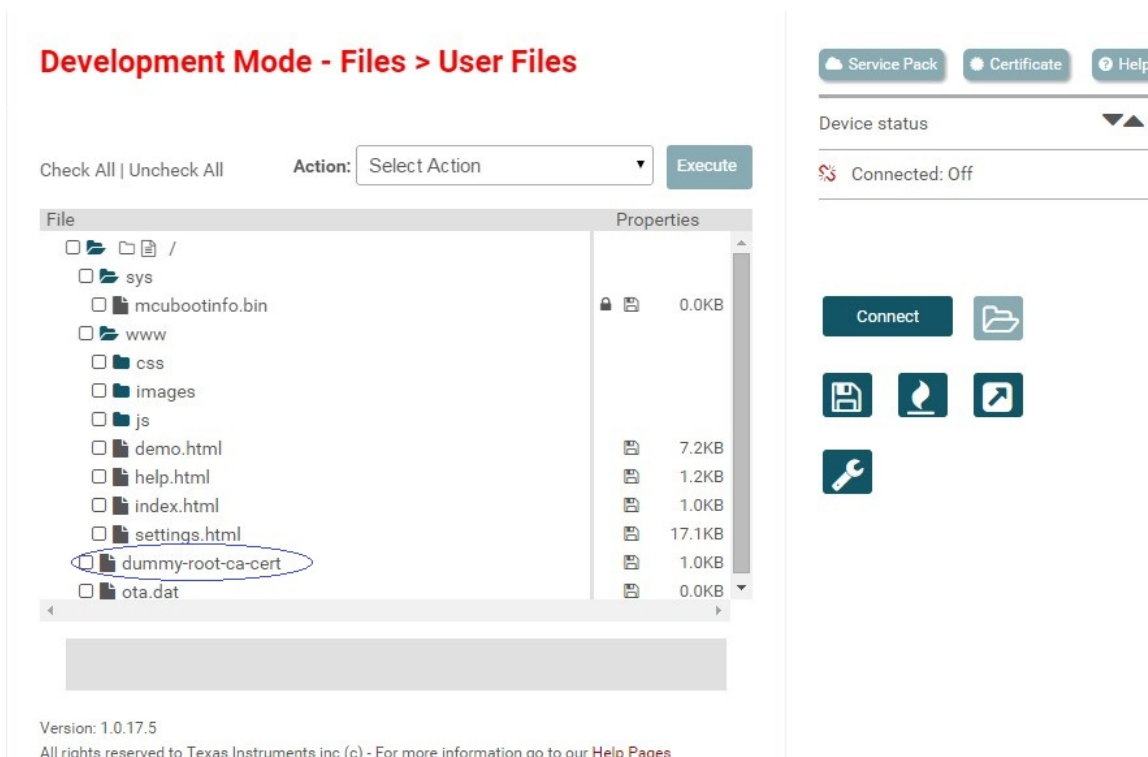

图 41. UniFlash 项目中的根证书
4. 浏览查看左侧树上的文件 (Files) → 用户文件 (User Files) 下的所有文件。如图 41 所示，如果将 MCU 映像添加到项目中，则需使用 dummy-root-ca-cert 证书。